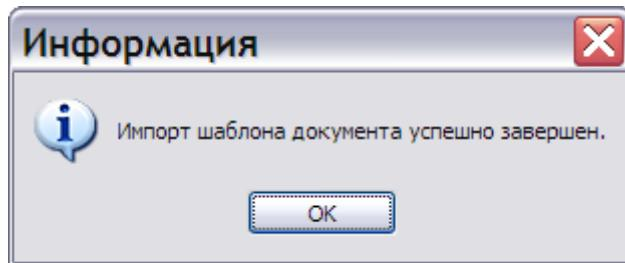

Рис. 3.12
3. Нажмите на кнопку **OK**. В случае успешного импорта появится сообщение об этом (Рис. 3.12).